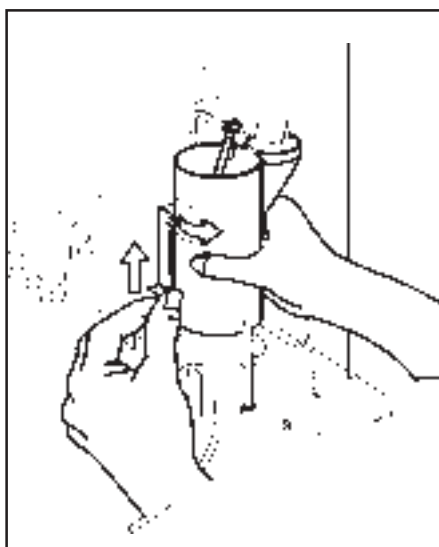

Abb.12: Demontieren des Zylinders
3. Drücken Sie das federnde Sicherungsblech links hinter dem Zylinder (siehe Abb. 12) nach oben.